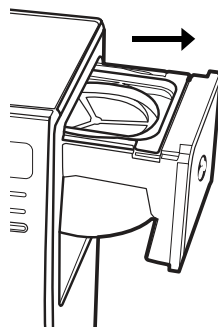

Figura 4
1. Abra a gaveta porta filtro (Figura 4).